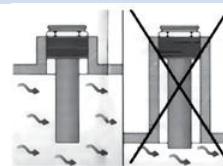

fig 6
**ПРИМЕЧАНИЕ:** См. Рисунок 6.